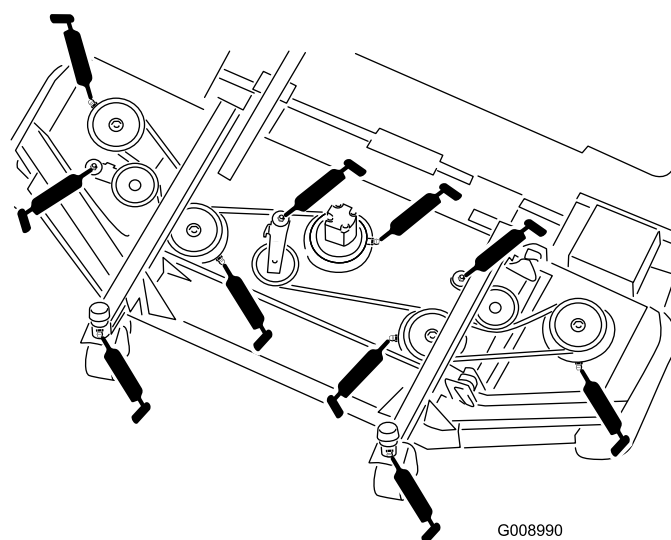

Рисунок 52
- Втулки валов вилок поворотных колес (2 шт.) (Рисунок 52)
- Подшипники шпинделей (5 шт.) (расположенные в корпусе шпинделей), как показано на Рисунок 52
- Втулки шарниров рычагов натяжных шкивов (3 шт.) (расположенные на осях шарниров натяжных шкивов), как показано на Рисунок 52